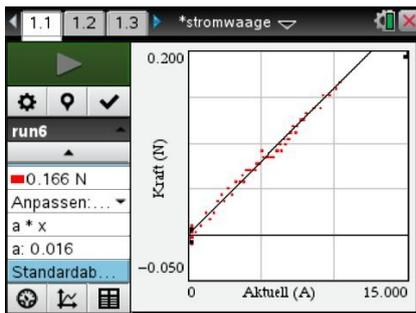
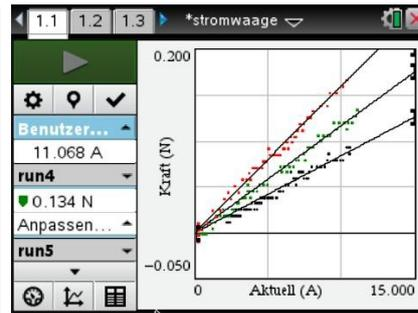

Bild 1.4
Bild 1.5
2. In Bild 1.4 ist die proportionale Regression für eine Messung durchgeführt worden; in Bild 1.5 dann für alle Messungen.